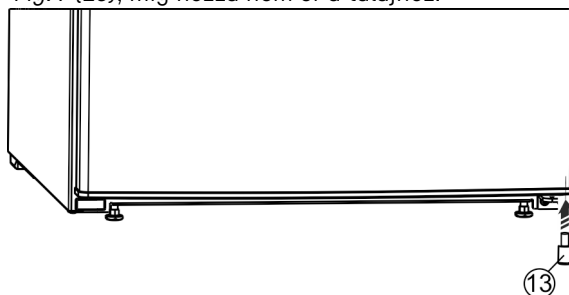

Fig. 9
- ▶ A távtartót Fig. 9 (13) helyezze vissza az ajtó jobb oldalának aljára, mivel ez fontos a készülék stabilitásához.